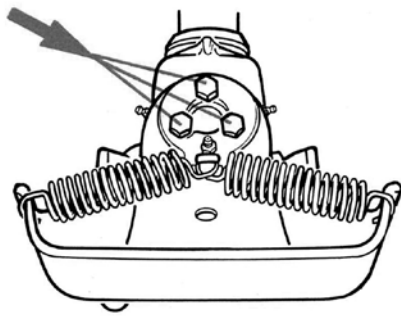

Abb. 11
- Schrauben am Unterteil (s. Abb. 11) lockern